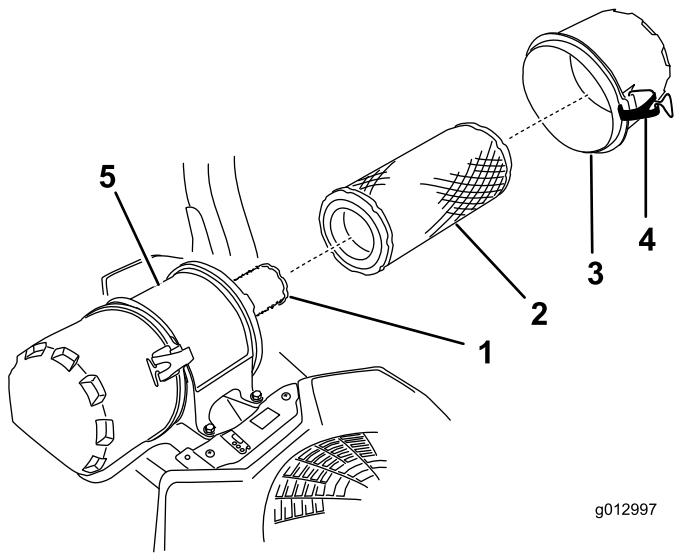

Figura 55
6. Abra los cierres del limpiador de aire y tire de la tapa de la entrada de aire para separarla del cuerpo del limpiador de aire (Figura 55).
8. Extraiga con cuidado el filtro primario de la carcasa del limpiador de aire (Figura 55).
- Si va a cambiar el filtro interno, deslícelo cuidadosamente en el cuerpo del filtro (Figura 55).
- Deslice cuidadosamente el filtro primario por encima del filtro de seguridad (Figura 55).
- Instale la tapa del limpiador de aire y fije los cierres (Figura 55).